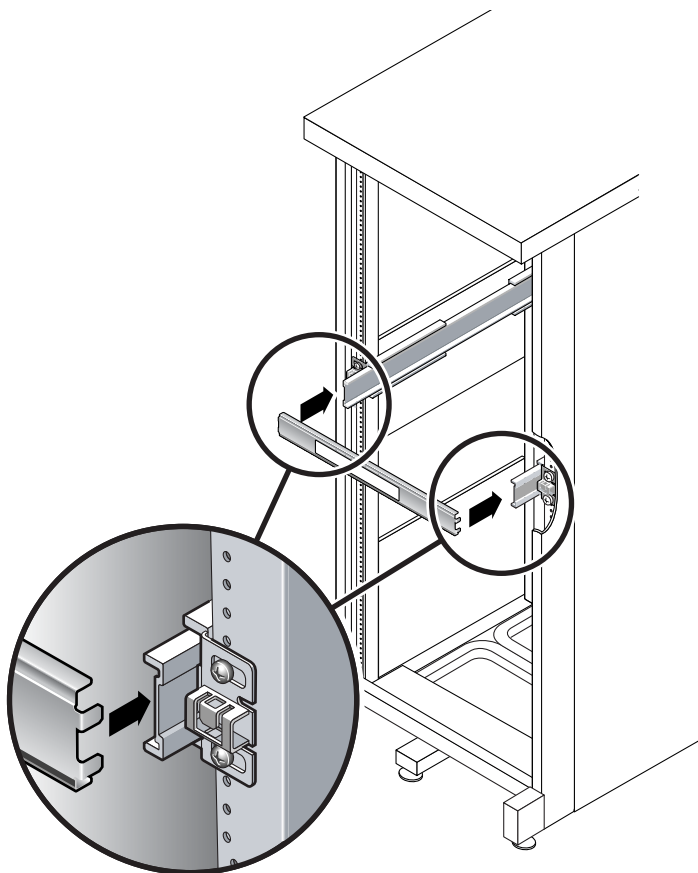

図 2-19 スライドレールの間隔ツールを使用したスライドレール間の間隔の調整
- a. ラックの前面で、間隔ツールの左側を左のレールの端にあるスロットに差し込みます (図 2-19)。